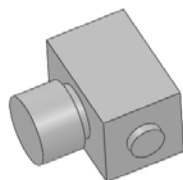

图 7-53 创建退刀槽圆柱
(1) 新建草图。选择长方形基体上的 24 mm×23 mm 面，单击“草图”工具栏中的 E （草图绘制）按钮，在其上新建一张草图。
(2) 绘制圆。单击“草图”工具栏中的 C （圆）按钮，或选择菜单栏中的“工具”→“草图绘制实体”→“圆”命令，以坐标原点为圆心绘制一个圆。
(3) 标注圆的尺寸。单击“尺寸/几何关系”工具栏中的 D （智能尺寸）按钮，或选择菜单栏中的“工具”→“标注尺寸”→“智能尺寸”命令，标注圆的直径尺寸为 10 mm。
(4) 拉伸实体。单击“特征”工具栏中的 P （拉伸凸台/基体）按钮，或选择菜单栏中的“插入”→“凸台/基体”→“拉伸”命令，在弹出的“凸台-拉伸”属性管理器中设置拉伸终止条件为“给定深度”，在 D1 （深度）文本框中输入“2.5”，其他选项保持系统默认设置，单击 $\checkmark$ （确定）按钮，创建的退刀槽圆柱如图 7-53 所示。